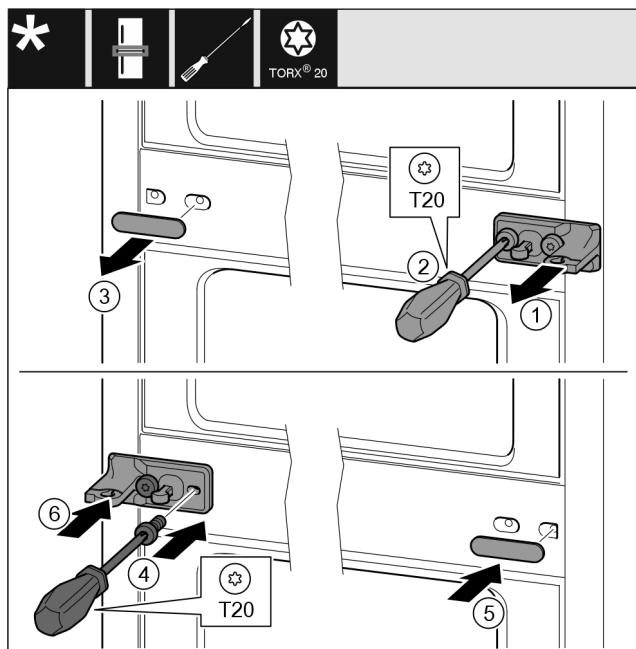

Fig. 35
- Stáhněte podložku Fig. 35 (1).
- Šroubovákem vyšroubujte šrouby Fig. 35 (2).
- Opatrně stáhněte kryt Fig. 35 (3).
- Stojan ložiska s fólií Fig. 35 (4) otočený o 180° pevně přišroubujte na druhé straně.
- Kryt Fig. 35 (5) otočený o 180° připevněte na druhé straně.
- Zepředu nasuňte podložku Fig. 35 (6).